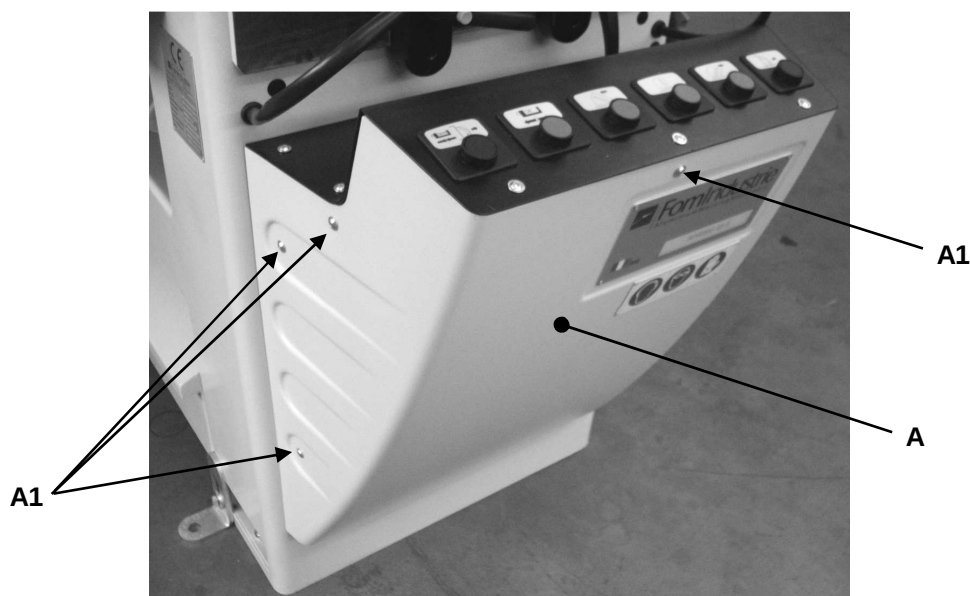

Fig. 10-09
- 2) Estrarre il carter anteriore "A" della plancia comandi agendo sulle 7 viti di fissaggio "A1", 3 viti sul lato sx, 3 viti sul lato dx e 1 vite sul lato anteriore (Fig. 10-09).
- 8) Montare il carter anteriore "A" della plancia comandi agendo sulle 7 viti di fissaggio "A1" (Fig. 10-09).